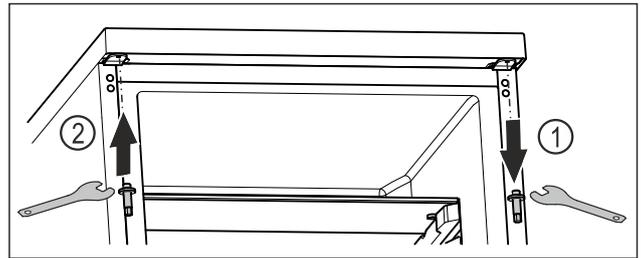

Fig. 23
- ▶ Oberen Bolzen mit Außensechskantschlüssel herausdrehen. Fig. 23 (1)
- ▶ Bolzen auf der Gegenseite mit Außensechskantschlüssel festschrauben. Fig. 23 (2)